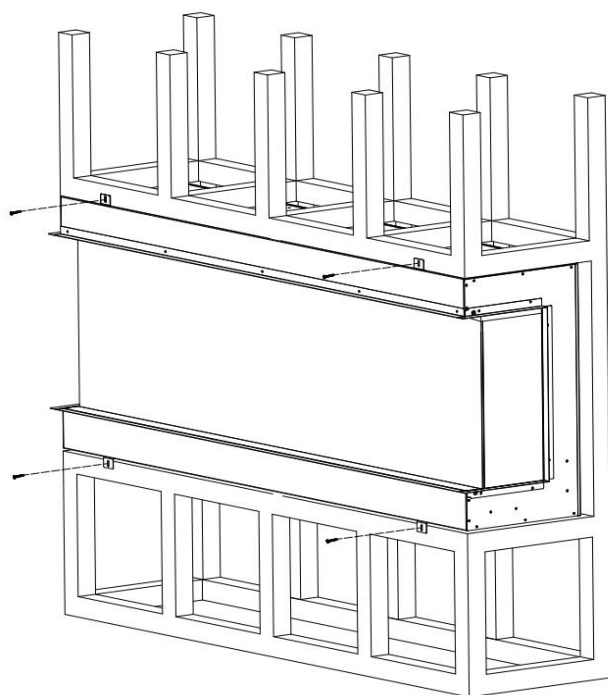

Fig.3-3
6. Włóż kominek do otworu w ścianie. Wkręć śruby montażowe w uchwyty i kołki rozporowe. Podłącz i sprawdź, czy kominek działa prawidłowo. Fig.3-3